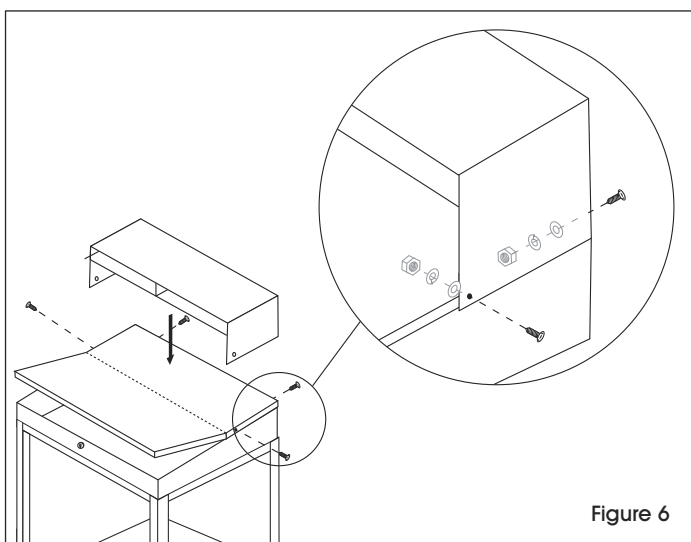

Figure 6
3. Placez la tablette supérieure sur le dessus du bureau et fixez-la à l'aide de 4 petits boulons, rondelles, rondelles de blocage et écrous. (Voir Figure 6)